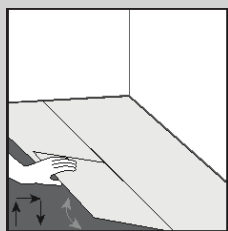
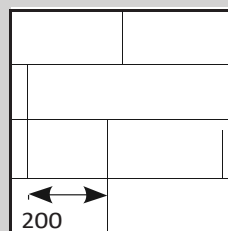
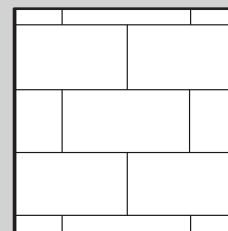

Fig. 3
Fig. 3a
Fig. 3b
4. Begin aan de tweede rij. Houd de plank in een hoek van circa 30° en klik de messingzijde in de groef van de eerste rij. Tik de plank/tegel stevig aan. Leg de volgende plank/tegel door de messingzijde en groef langs de lange kant in elkaar te duwen (Fig. 3). De tegels en planken moeten in een baksteenpatroon worden gelegd zodat de vier hoeken nooit op hetzelfde punt samenkomen. (Fig. 3a en Fig. 3b)